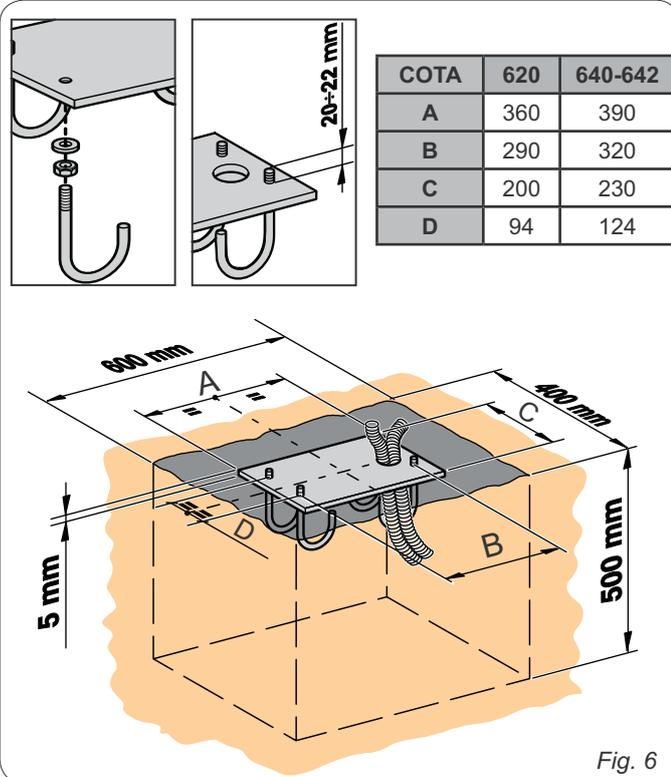

Fig. 6
1. Montar a placa de fundação como na fig.6 ref.
2. Executar um plinto de fundação como na fig.6 ref. (referência a terreno argiloso).